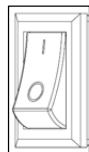

Figure 8
- A. Réglage par défaut :** L'interrupteur du détecteur de mouvement est en position de marche (**O**) par défaut. Ceci contrôlera le luminaire dans lequel se trouve le module, ainsi que tous les luminaires connectés en série à celui-ci. Voir figure 8.
- B. Autre réglage :** Lorsque l'interrupteur du détecteur de mouvement est en position « **I** », le détecteur de mouvement ne contrôle que le luminaire dans lequel se trouve le module, et NON les luminaires connectés en série avec lui. Voir figure 8.
- b. Autre réglage : Le détecteur de mouvement contrôlera les luminaires en série qui ont été reliés en guirlande. Veuillez noter que lorsque l'interrupteur est en position « **O** », le détecteur de mouvement n'est pas réglé par défaut. Voir figure 8.